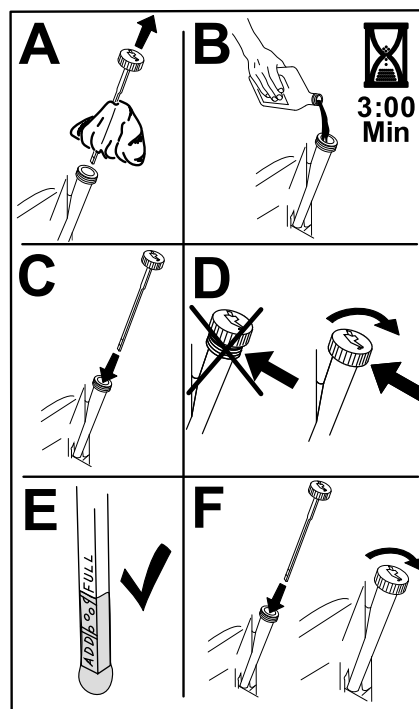

Figura 47
5. Versate lentamente circa l'80% dell'olio indicato nel tubo di rifornimento e sempre con cautela rabboccate l'olio necessario per portarlo alla tacca Full (Pieno) (Figura 47).